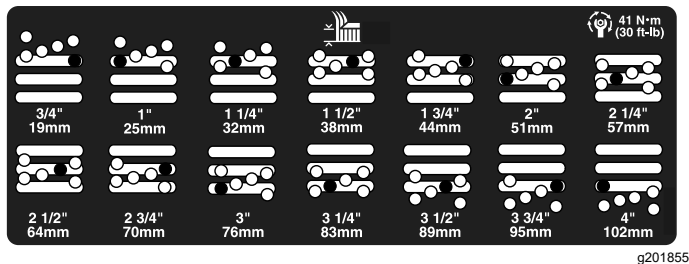

Figura 23
5. Mutai camera la înălțimea de tăiere dorită și instalezi un distanțier în orificiul și fanta pentru înălțimea de tăiere desemnate (Figura 23).